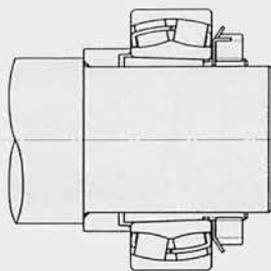
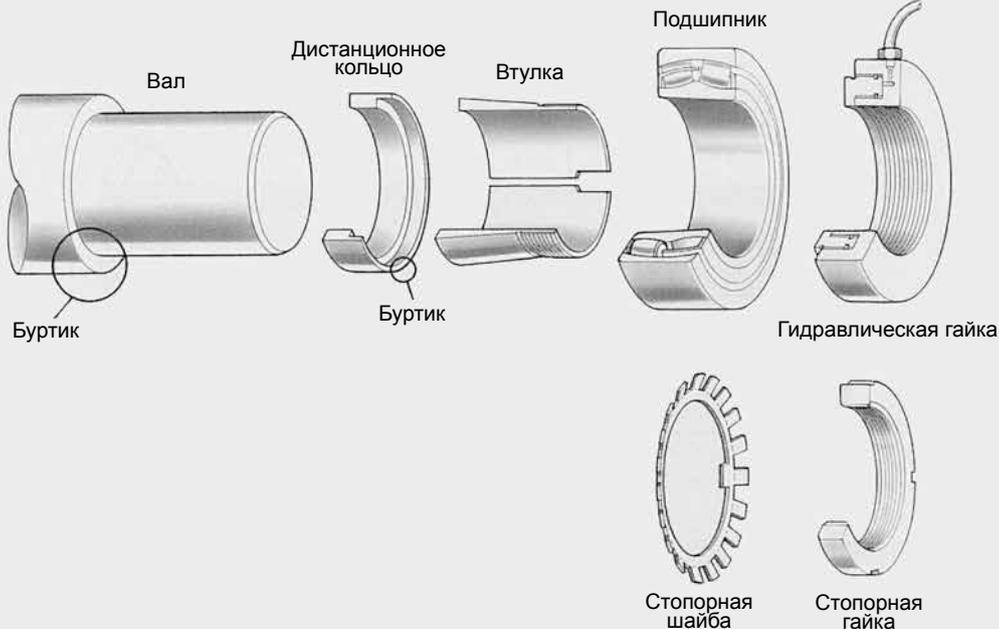

Рис. 6.11 Вид в собранном состоянии
Рис. 6.12 Способ гидравлической гайки
2) Способ гидравлической гайки (**Рис. 6.11** и **Рис. 6.12**)